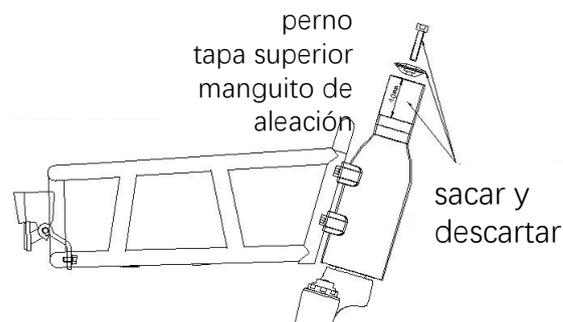

Figura 9.
1. Retire el perno de la horquilla con la llave Allen de 5 mm, luego saque la tapa superior y el manguito de aleación y deséchelos, como se muestra en la Figura 9.